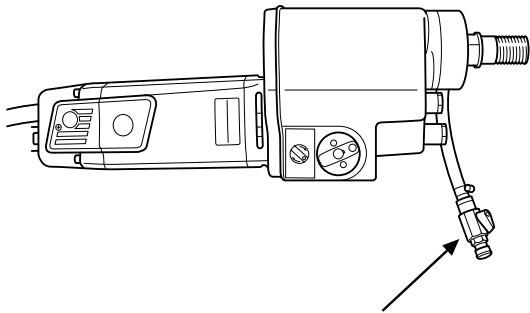

Fig. 5
- The water cooling is attached to the drill (Fig. 5).
- dass die Wasserkühlung an das Gerät angeschlossen ist (Abb. 5).
- Le refroidissement par eau est activé sur la machine (fig. 5).